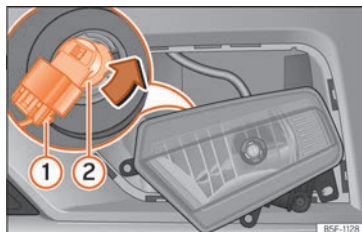

Abb. 114 Nebelscheinwerfer: Lampenträger ausbauen
3. Ziehen Sie die Metallklammer an der Oberseite des Nebelscheinwerfers zur Außenseite des Fahrzeuges ab ③ **B** und entfernen Sie den Nebelscheinwerfer.
4. Ziehen Sie den Stecker »» **Abb. 114** ① von der Lampe ab.
5. Drehen Sie den Lampenträger ② nach links und ziehen Sie.